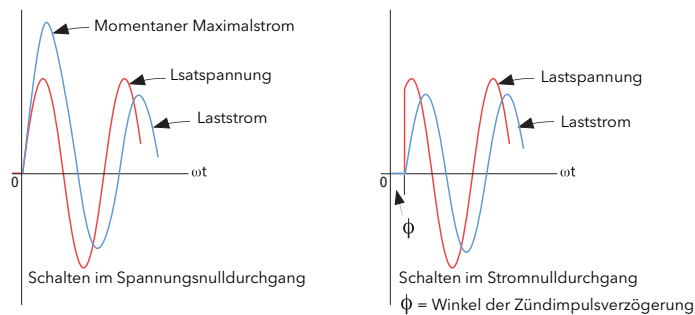

Abbildung 6.13d Definition der Zündimpulsverriegelung
- Verzögert Zündw Erscheint nur, wenn BetrArt = Impulsgruppenbetrieb, Soft Start = Aus und Last Typ = Trafo. Dieser Parameter bestimmt die Zündimpulsverzögerung im Phasenanschnitt, wenn eine Trafolast angesteuert wird. Wird verwendet, um den Einschaltstrom bei Transformatorlasten zu minimieren. Siehe **Abbildung 6.13d**.